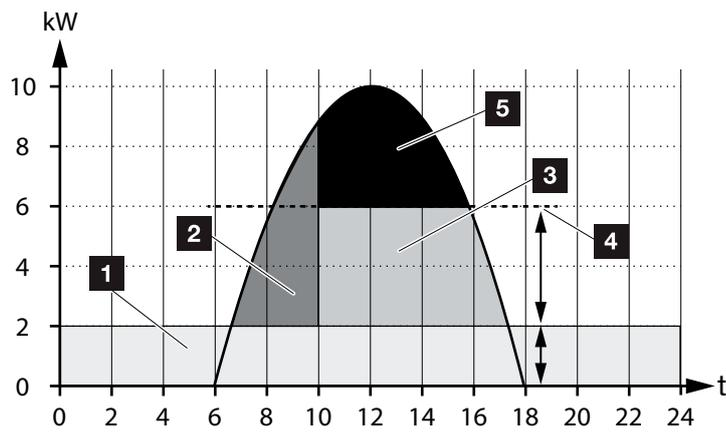

Fig. 56: Normativa sin control de la batería inteligente
En  **Fig. 56, pos. 4** puede verse que sin un control de la batería inteligente, la energía fotovoltaica generada permanece sin utilizar justo con una elevada radiación solar debido p. ej. a la limitación a aprox. el 50 % por parte de la legislación KfW.